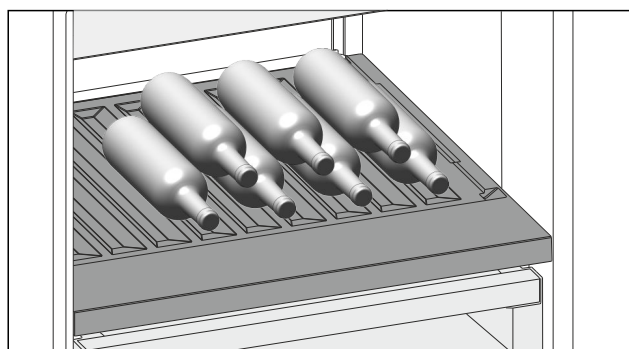

Fig. 97
- Flaschen mit dem Boden nach hinten zur Rückwand einlegen. (siehe Fig. 97)